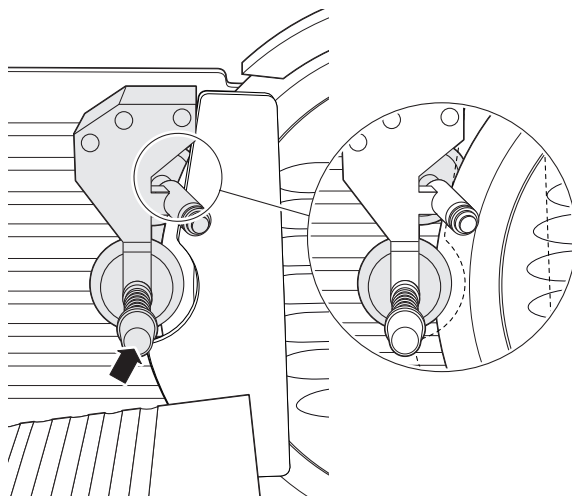

Abb. 14
5. Führen Sie den an dem Anschlagschwert montierten Schleifapparat vorsichtig an das Messer heran. Vergewissern Sie sich, dass der obere Schleifstein linksseitig an der Messerschneide vorbei geführt wird (vgl. Abb. 14).